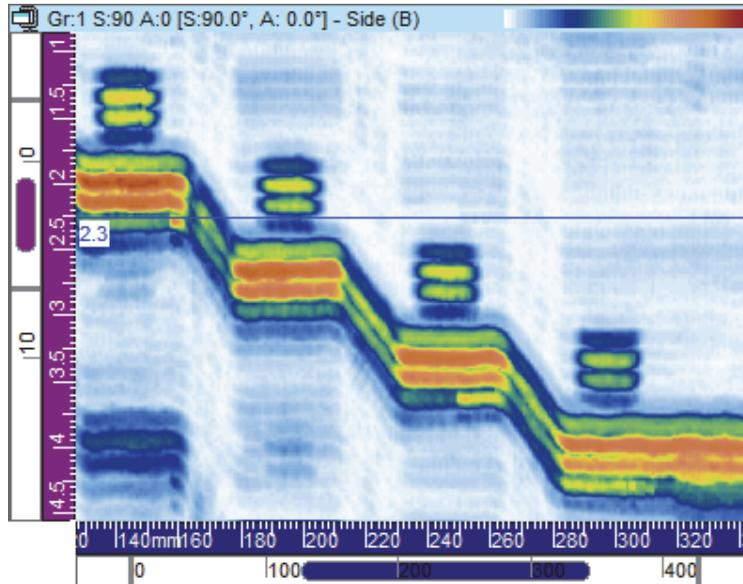

Figura 3-22 Exemplo de visualização lateral (B)
A visualização Lateral (B) (Figura 3-22 na página 85) é uma representação gráfica bidimensional dos dados registrados. Um dos eixos é o eixo de rastreamento, o outro é a trajetória de ultrassom (USound) não corrigida. A posição da exibição dos dados